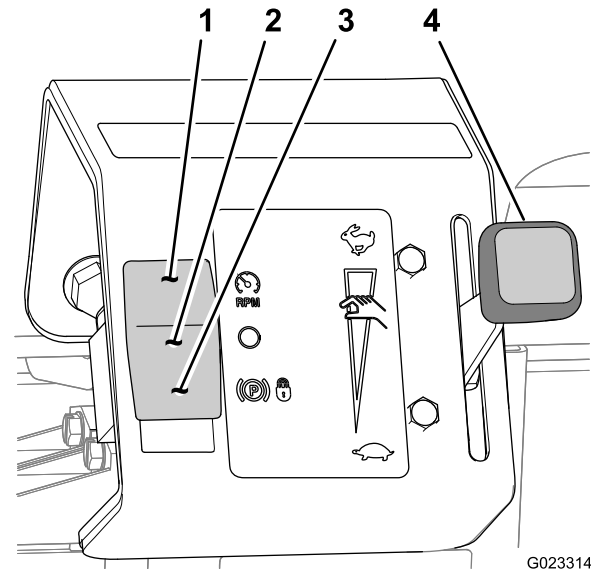

Figura 31
L'acceleratore a mano viene usato assieme al selettore di modalità per limitare la velocità massima del motore o per impostare una velocità fissa (Figura 31).
Il selettore di modalità (Figura 31) è usato per controllare il funzionamento dell'acceleratore a mano per le seguenti operazioni:
2. Spostate l'acceleratore a mano nella posizione Slow (Figura 31).
3. Alzate il selettore di modalità fino alla posizione della velocità di trasferimento limite (Figura 31).
6. Spostate l'acceleratore a mano nella posizione Fast (Figura 31) fino a raggiungere la velocità di trasferimento desiderata.
3. Alzate il selettore di modalità nella posizione Off (Figura 31).
3. Abbassate il selettore di modalità nella posizione di bloccaggio acceleratore (Figura 31).
4. Spostate l'acceleratore a mano sulla velocità del motore desiderata (Figura 31).
6. Spostate l'acceleratore a mano nella posizione Slow (Figura 31).
7. Alzate il selettore di modalità nella posizione Off (Figura 31).